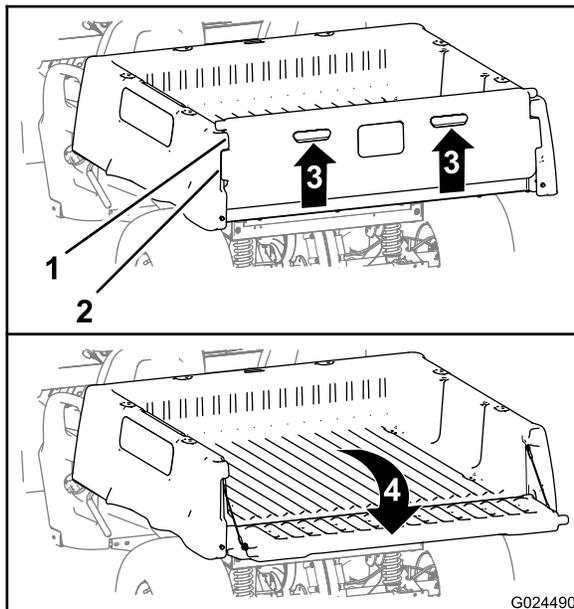

図 15
2. テールゲートのバックパネルについているフィンガーグリップを持ち上げる 図 15。
3. テールゲートのロックフランジを、荷台のテールゲートフランジの開口に合わせる 図 15。
4. テールゲートを後方に倒す 図 15。
6. テールゲートを立てて閉じ、ロックフランジテールゲート側がテールゲートポケット荷台側と面一になるようにする 図 15。
7. 荷台の背部まで、テールゲートを下げる 図 15。